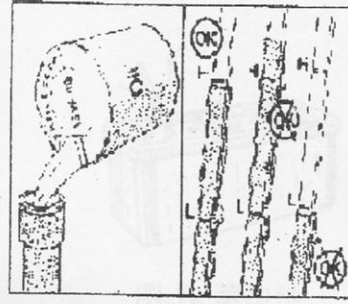

图 15. 加油口及加油量
(1) 调节刮泥板
(2) 发动机机油油位检查
- c. 如果量出的油位接近或低于标尺上的油标记，就应加机油，加油量及加油方法如图 15 所示。当油面低于油尺上“L”（低油面）记号或高于“H”（高油面）记号时，决不允许开动柴油机。在柴油机停车后检查油面，至少等 5 分钟后进行，使机油有充分时间流回油底壳。油尺低位至高位的油量差为 3.6L。